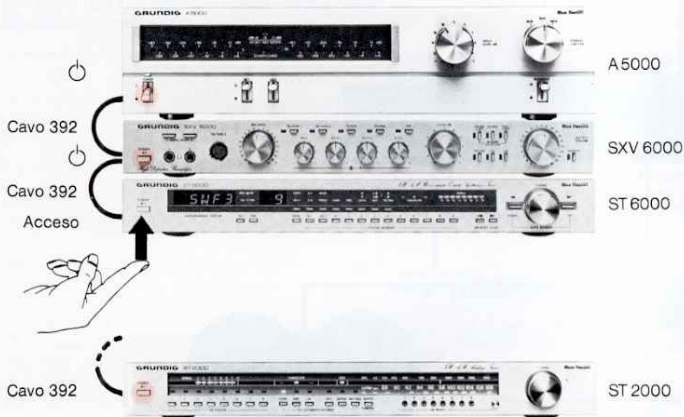

Fig. 8
Gli interruttori POWER dell'SXV 6000 e dell'A 5000 possono rimanere in posizione ❶ (fig. 8).